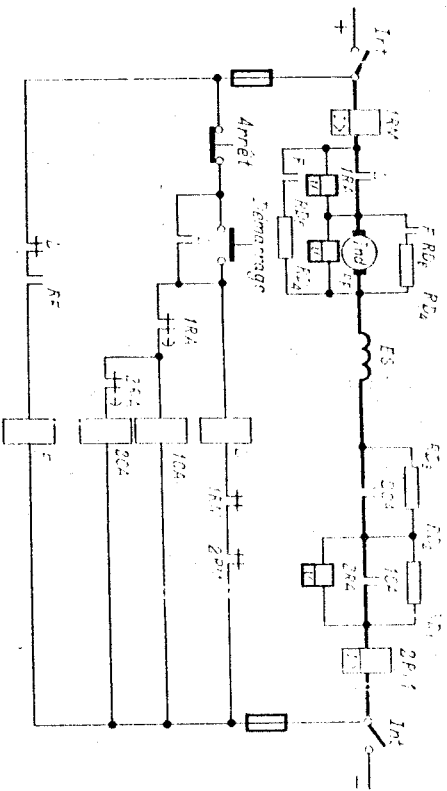

Fig. 419. Schéma de commande non réversible d'un moteur à courant continu à excitation en série.
**4. Schéma de commande non réversible d'un moteur à courant continu à excitation série.** Ce schéma (fig. 419) utilise quatre contacteurs : un contacteur de ligne *L*, deux contacteurs d'accélération *ICA* et *2CA* et un contacteur de freinage *F*. Le schéma comprend également cinq relais : deux relais à maximum de courant *RM* et *RM'*, deux relais d'accélération *IRA* et *IRA'* et un relais de freinage *F*.